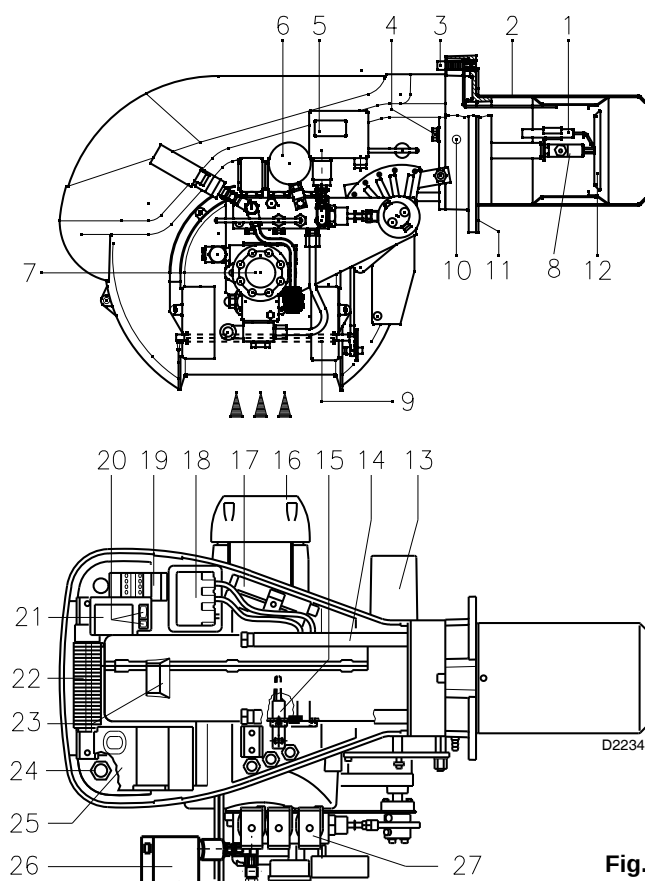

Fig. 1
#### 4.3 Descrizione bruciatore (Fig. 1)
Blocco apparecchiatura: l'accensione del pulsante dell'apparecchiatura 25) (Fig. 1) avverte che il bruciatore è in blocco.
Blocco motore: per sbloccare premere il pulsante del relè termico 19) (Fig. 1).
- 4 - Prolunghe 17)(Fig. 1) per guide 14)(Fig. 1)